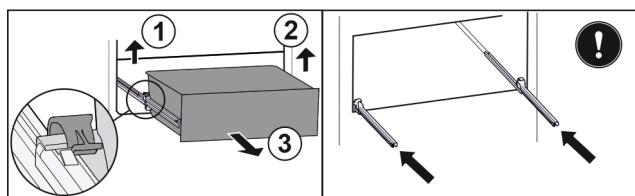

Fig. 119
- Ridicați clema din stânga și trageți concomitent sertarul din stânga spre înainte. Fig. 119 (1)
- Ridicați clema din dreapta și trageți concomitent sertarul din dreapta spre înainte. Fig. 119 (2)
- Extragăți sertarul spre înainte. Fig. 119 (3)